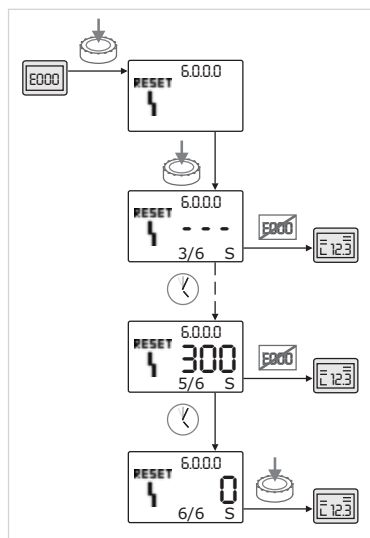

fig. 49: Kvittera feltyp C
- Gör följande för att kvittera fel av typen C (fig. 49):